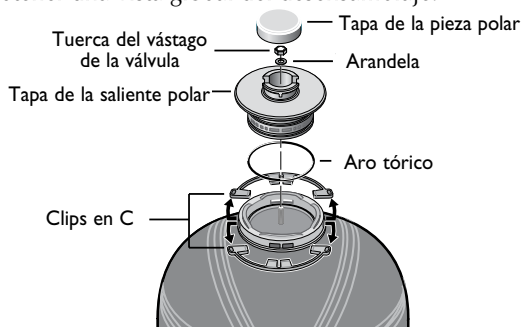

Figura 7: Retire la tapa de la pieza polar, la tapa de la válvula y la tuerca de retención, los clips y la tapa de la saliente polar.
7. Retire la tapa de la saliente polar. Consulte la Figura 7 para obtener una vista global del desensamblaje.